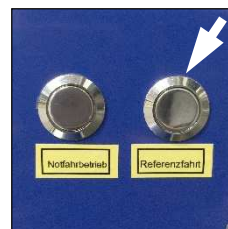

Bild 1
- Betätigen Sie die Reset-Taste „Referenzfahrt“ am Gehäuse (Bild 1) oder am Schaltkasten (Bild 2) des KS Robots und drücken Sie gleichzeitig die Taste „Heben“ (↑) an der Fernbedienung. Die Hubfunktion an der Fernbedienung ist wieder freigegeben.